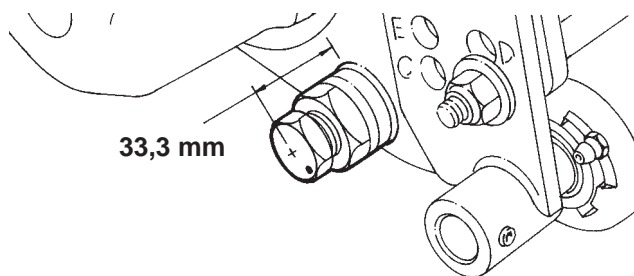

Figure 14
2. Du côté gauche de la barre d'appui, placez la rondelle en plastique entre la barre d'appui et la plaque latérale. Vissez le boulon de pivot dans l'écrou de blocage et la plaque latérale, et dans la barre d'appui jusqu'à obtenir un écart de 33,3 mm entre le haut du boulon de pivot et la plaque latérale ; le point de repère doit se trouver à l'arrière. Ne serrez pas l'écrou de blocage à ce stade (Fig. 14).